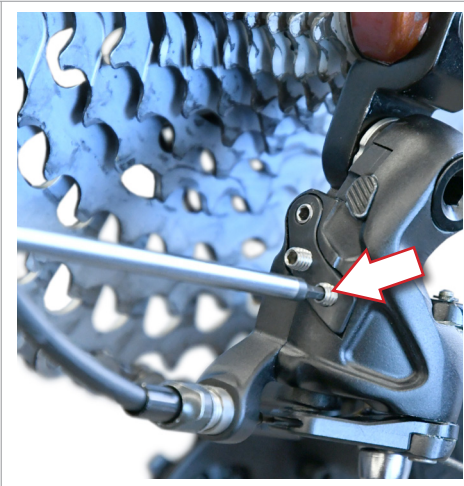

Fig.23
- Verificate che, azionando opportunamente il comando, il cambio posizioni la catena sul pignone più grande; se ciò non avvenisse operate ripetutamente sulla vite (Fig. 23) allentandola fino a quando azionando il comando il cambio posizioni la catena sul pignone più grande senza incertezze.